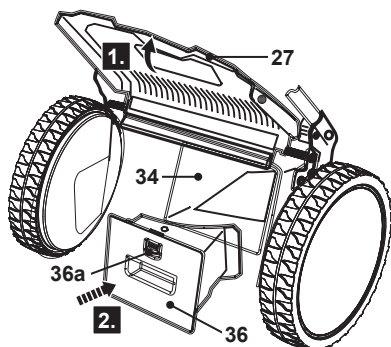

Fig. 19
1. Ouvrir le déflecteur arrière (27), le maintenir ouvert et introduire l'insert de mulching (36) dans la goulotte d'éjection arrière (34) (Fig. 19). S'assurer que le loquet (36a) s'enclenche dans le bord supérieur de la goulotte d'éjection arrière (34).